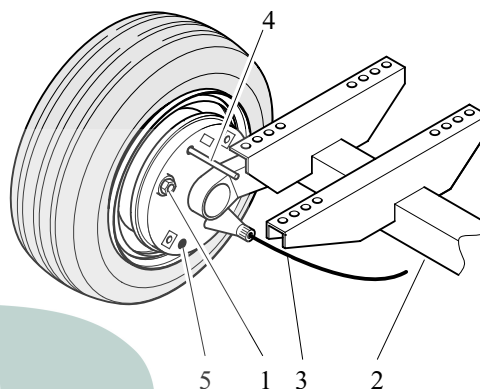

Fig. 5.5 Ajuste de las zapatas de freno
Levante y apoye el compresor. Asegúrese de que todos los frenos estén quitados, (freno de sobrevelocidad y palanca del freno de mano). Los cables de los frenos deben estar libres de tensión. Bloquee las levas pivotantes del freno de la rueda desde el exterior por medio de un pasador de \varnothing 4 mm (4) a través del orificio que se muestra en la Fig. 5.5.